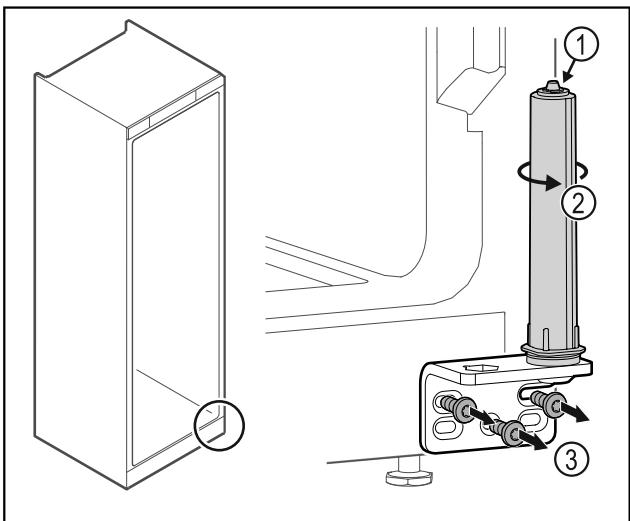

Fig. 38
- Mos e zbërtheni sistemin e mbylljes së derës Fig. 38 (1).
- Rrotulloni sistemin e mbylljes Fig. 38 (2) derisa të kërcasë.
- Lironi vidat e profilit të menteshës Fig. 38 (3).